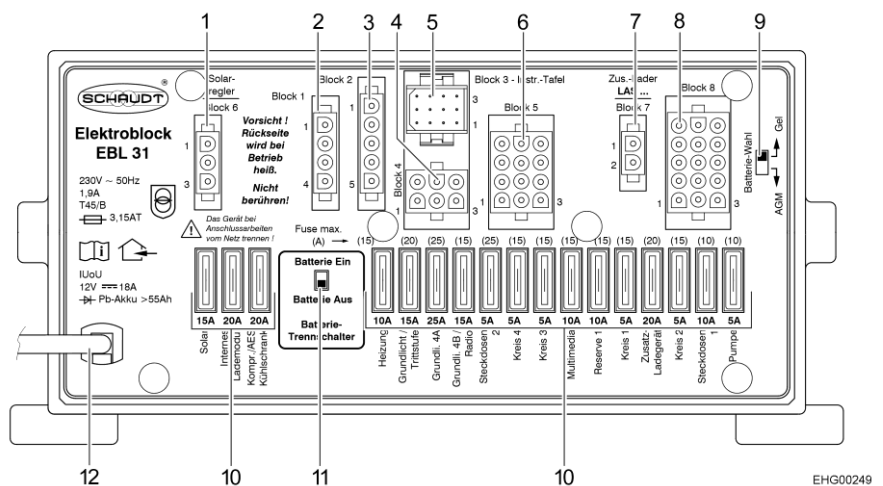

Bild 72 Elektroblock (EBL 31)
- ▷ Um **alle** elektrischen 12-V-Verbraucher von der Spannungsversorgung zu trennen und eine Entladung der Wohnraumbatterie zu vermeiden, Batterie-Trennschalter (Bild 72,11) am Elektroblok auf "Batterie Aus" stellen.
- ▷ Verbraucher wie Ladegerät, Solar-Laderegler, Panel oder Ähnliches entnehmen Strom von der Batterie, auch wenn der 12-V-Hauptschalter am Panel (Bild 73,6) ausgeschaltet ist. Deshalb den Batterie-Trennschalter (Bild 72,11) am Elektroblock auf "Batterie Aus" stellen, wenn das Fahrzeug längere Zeit nicht benutzt wird.